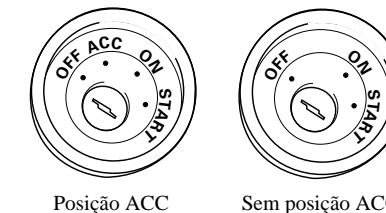

Fig. 1
- **Este componente não pode ser instalado num veículo que não tenha uma posição ACC (acessório) na chave de ignição. (Fig. 1)**